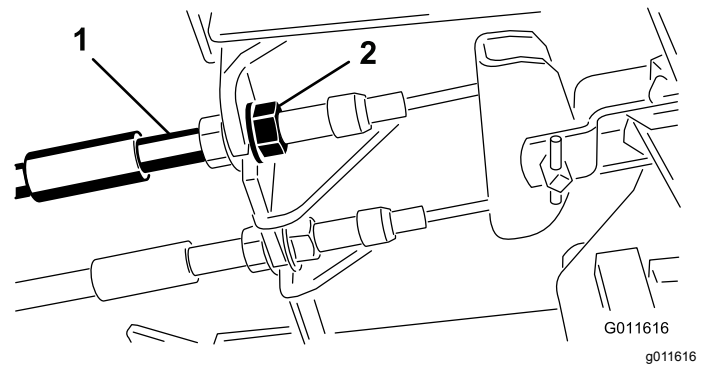

Figure 62
1. Pour réduire la garde aux pédales de frein, serrez les freins en desserrant l'écrou avant sur l'extrémité fileté du câble de frein (Figure 62).